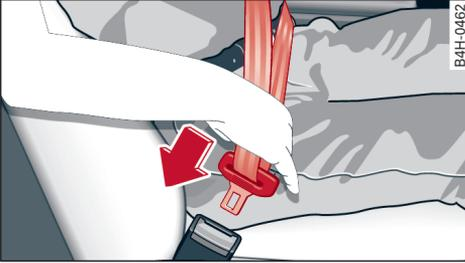

图 42 锁舌和锁扣
- ▶ 将锁舌插入相应座椅的锁扣，直至听到其卡止 ⇨ 图 42。